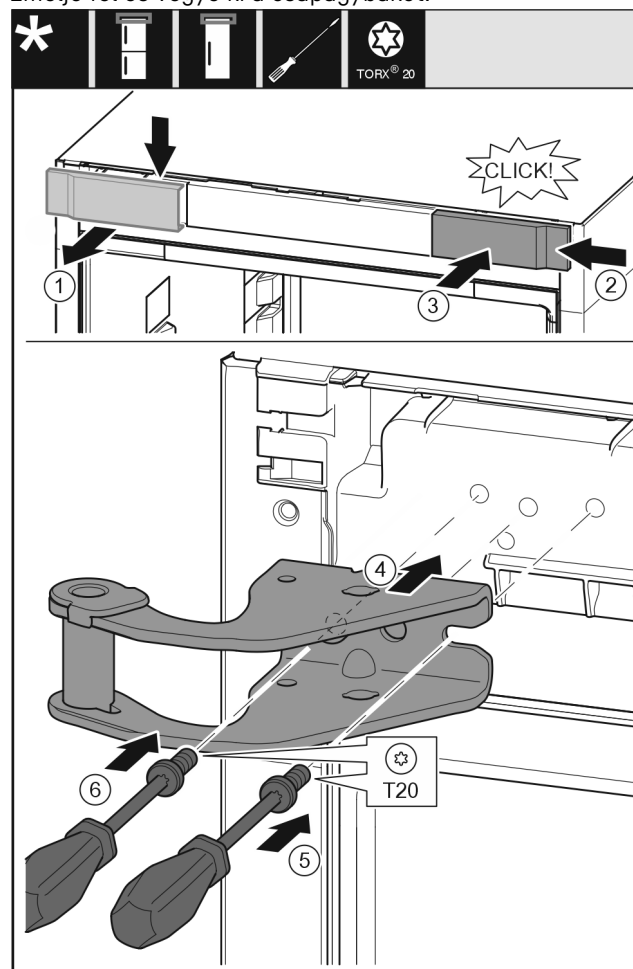

Fig. 14
- ▶ Vegye ki felülről az alsó fedelet előre felé. Fig. 14 (1)
- ▶ Akassza be a fedelet 180°-kal elfordítva a másik oldalra jobbról. Fig. 14 (2)
- ▶ Pattintsa be a fedelet. Fig. 14 (3)
- ▶ Helyezze fel a felső csapágybakot. Fig. 14 (4)
- ▶ Helyezze fel és húzza meg a csavart a T20 csavarhúzóval. Fig. 14 (5)
- ▶ Helyezze be és húzza meg a csavart a T20 csavarhúzóval. Fig. 14 (6)